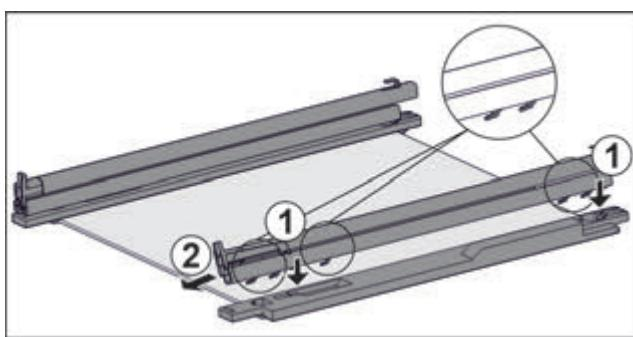

Fig. 104 Скляна пластина з рейками та деталями для підтримки
- ▷ Одягти гаки рейки на отвори **лівої** деталі для підтримки. Fig. 104 (1)
- ▷ Потягніть рейку вперед. Fig. 104 (2)
- ▷ Одягти гаки рейки на отвори **правої** деталі для підтримки. Fig. 104 (1)